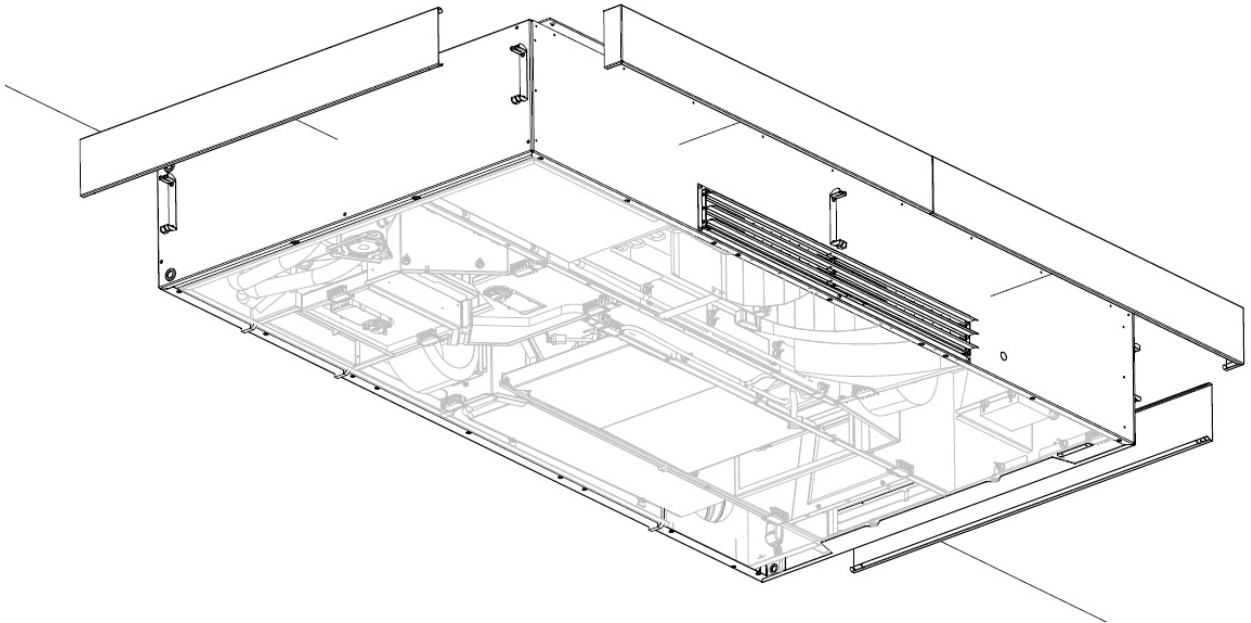
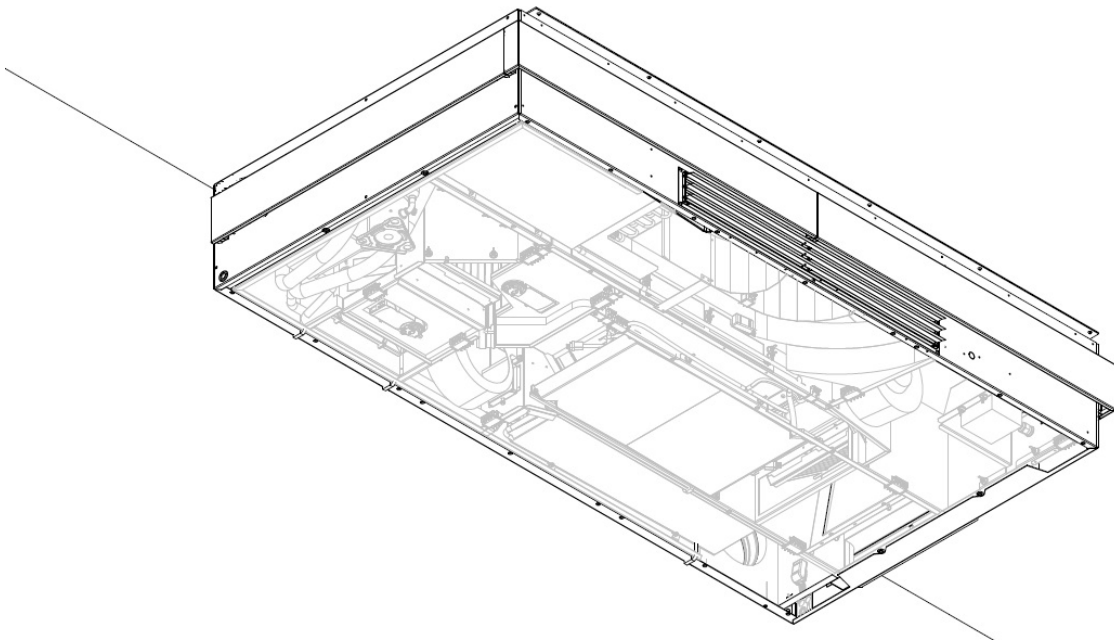

Abbildung 27: Klicken der Paneele auf die Halterungen
Abbildung 28: Vollständig montierte Paneele
1. Nehmen Sie vorsichtig ein Paneel nach dem anderen und klicken Sie es auf die Halterungen. Achten Sie darauf, dass Sie die Paneele nicht zerkratzen. Siehe Abbildung 27 und Abbildung 28 unten.